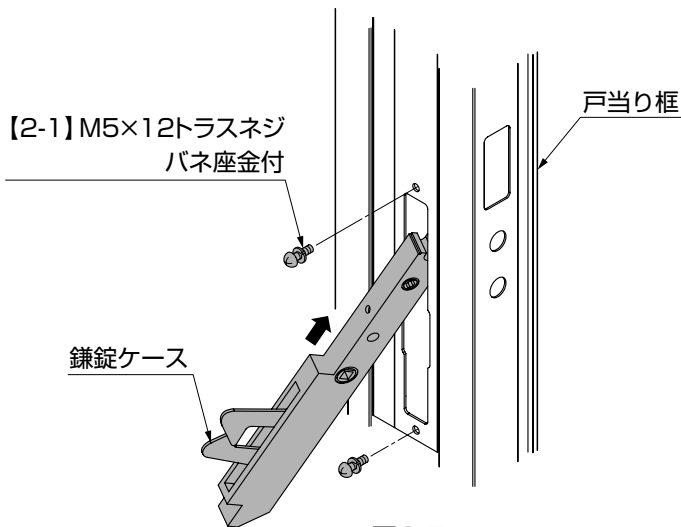

図6-5
- ① 本体両側の框に図のように鎌錠ケースを差込み、矢印のように上に持上げ、ケース部分が框に全て入った後、鎌錠ケースを垂直におろし、【2-1】で固定してください。(図6-5参照)